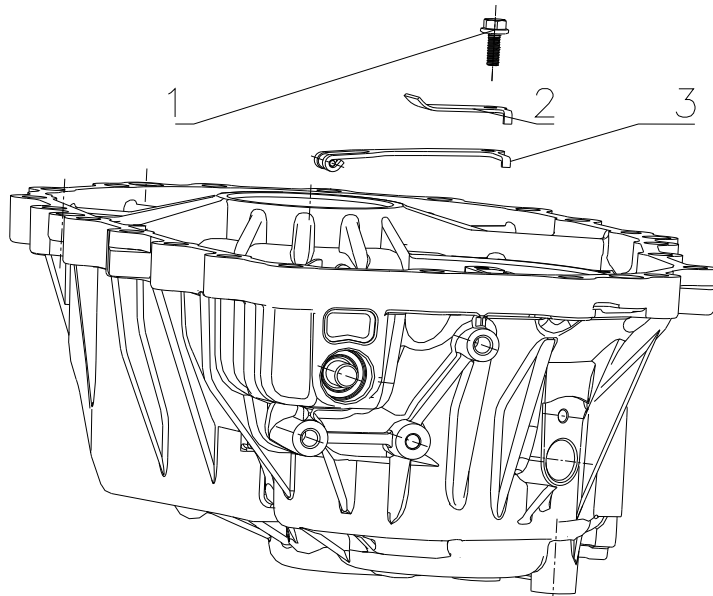

图14
b) 拧开用于固定压簧(2)和定位板簧组件(3)的 M6X16 六角法兰面螺栓(1)，将压簧(2)和定位板簧组件(3)从后箱体上取下；检查螺栓(1)、压簧(2)和定位板簧组件(3)是否有损坏，如果有损坏，请更换相同规格的零(组)件；(见图14)